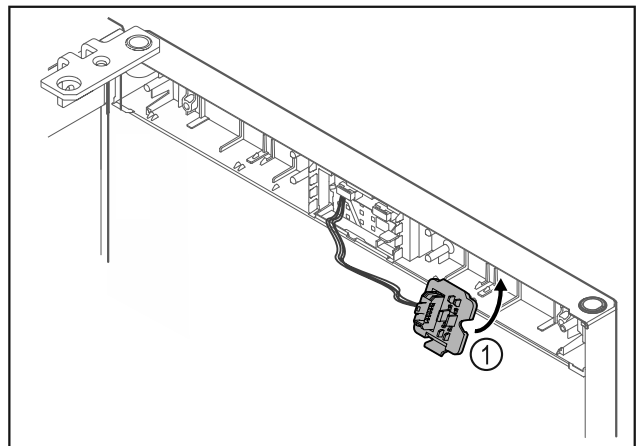

Fig. 17
- Zaistíte držiak zástrčky Fig. 17 (1) na opačnej strane.